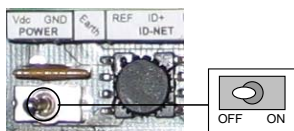

Abbildung 3 - ON/OFF-Positionen des Netzschalters
Stellen Sie den CBX500-Netzschalter auf ON (siehe Abbildung 3 - ON/OFF-Positionen des Netzschalters). Die Power LED leuchtet blau, wenn der Spannungsanschluss die richtige Polarität hat. Bei falscher Polarität leuchtet diese LED rot.
Über den Netzschalter (siehe Abbildung 3 - ON/OFF-Positionen des Netzschalters) wird die Spannungsversorgung sowohl für die CBX500 als auch für das angeschlossene Lesegerät ein- bzw. ausgeschaltet (ON und OFF).
- 2) Stellen Sie sicher, dass der Netzschalter der CBX500 auf „OFF“ steht (siehe Abbildung 3 - ON/OFF-Positionen des Netzschalters)